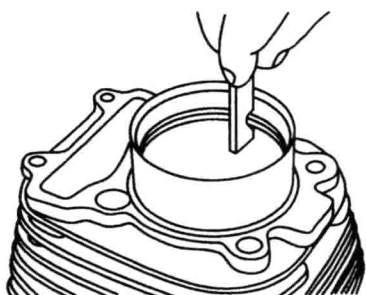

图 1-4 活塞环开口间隙的检查
① 活塞环开口间隙的检查。将活塞环放入标准汽缸,随活塞将其推至汽缸内,然后用塞尺测量活塞环的开口间隙。该开口间隙不大于 0.8mm 为宜。具体操作如图 1-4 所示。
② 活塞环弹力的检查。取一个新活塞环,将旧活塞环压在新活塞环上,使两副活塞环处于同一平面上,然后用力压旧活塞环,根据此时活塞环的端隙的大小来检查活塞环的弹